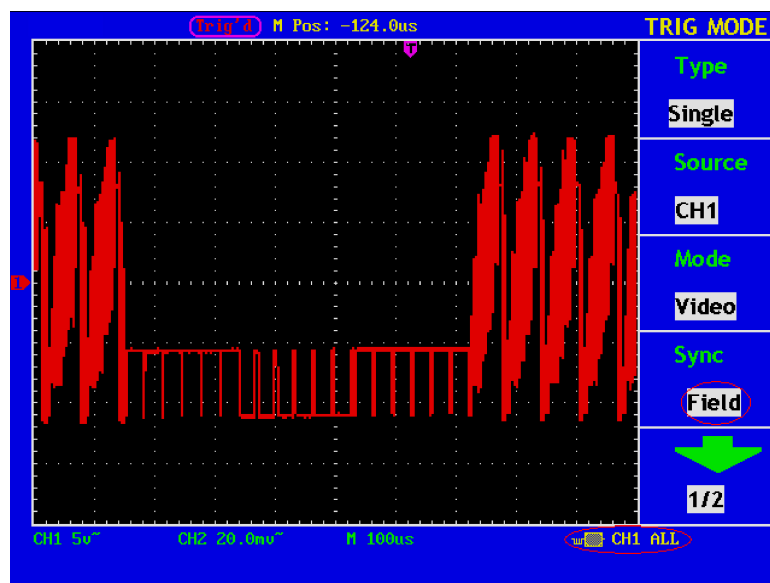

Abb. 108 Wellenform, erzeugt durch Videofeldtrigger
6. Betätigen Sie die Einstellknöpfe **VOLTS/DIV**, **VERTICAL POSITION** und **SEC/DIV**, um die Wellenform entsprechend anzuzeigen (siehe Abb. 108).